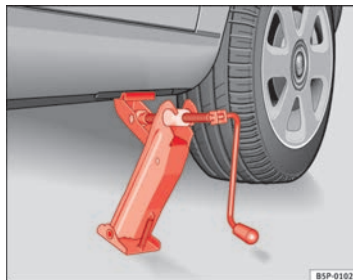

Abb. 177 Wagenheber
- Richten Sie den Wagenheber so aus, dass seine Klaue den Steg des Unterholms umfasst und die bewegliche Grundplatte plan auf dem Boden aufliegt ⇒ Abb. 177.